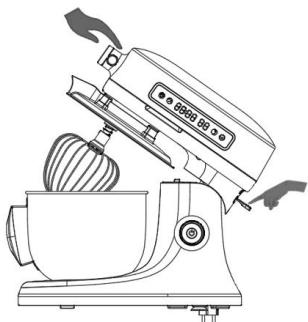

Figura 3
2. Levante el cabezal, coloque la cubeta en la base y gire en el sentido de las agujas del reloj para bloquearla (consulte las instrucciones de instalación para conocer el funcionamiento específico) en la figura 3.
3. Coloque el batidor en el receptáculo para accesorios (consulte las instrucciones de instalación para el funcionamiento específico) de la figura 3.
9. Empuje el cabezal hacia la derecha y sujeté la carcasa superior para completar la figura 3.